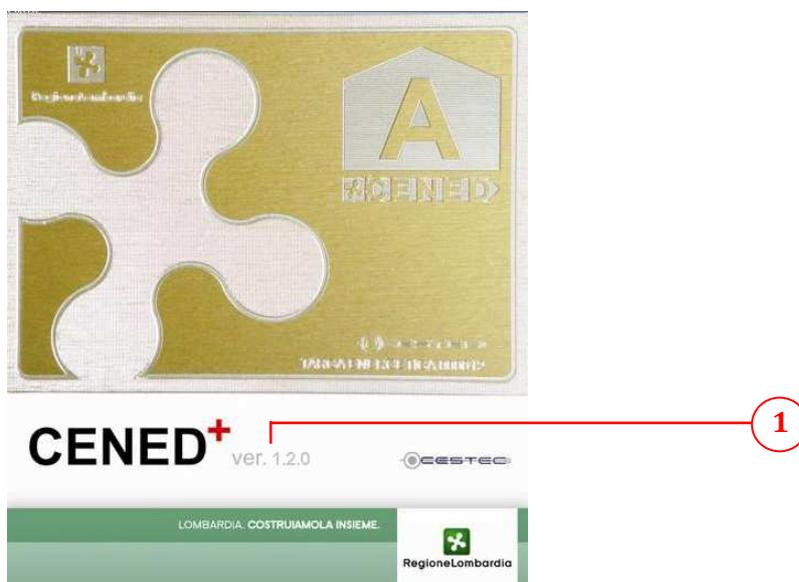

Figura 3.2: Schermata di avvio del software CENED+
Il software CENED+ è scaricabile dalla sezione “Download” del Sito Web CENED (www.cened.it). All’avvio del programma la prima schermata (Figura 3.2) riporta la sigla abbinata alla versione attualmente installata (1). Nella redazione dei certificati energetici mediante software CENED+ è sempre obbligatorio l’uso della versione più aggiornata, pena la non accettazione, nel catasto energetico, del file *.xml creato. Se il computer è connesso ad internet l’aggiornamento avviene automaticamente.